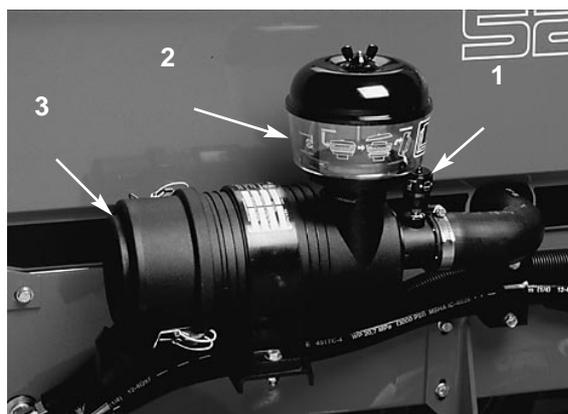

Figure 37
2. Nettoyer les éléments du filtre lorsque l'indicateur (Fig. 37) est rouge ou toutes les 400 heures (ou plus souvent en milieu poussiéreux ou sale). Ne pas trop nettoyer le filtre à air.
### ENTRETIEN DE LA CUVE DU PREFILTRE (Fig. 37)
### ENTRETIEN DU FILTRE A AIR (Fig. 37)